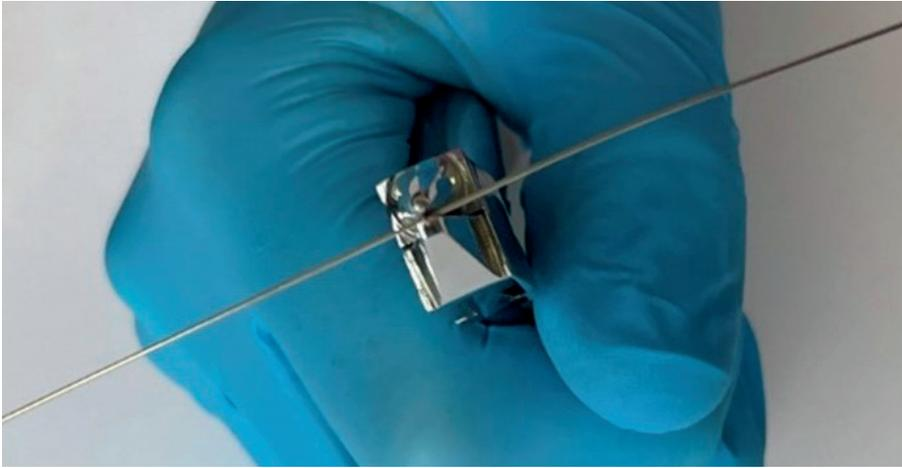

Figura 1.1.4.
- ~ Sujetar el alambre firmemente cerca de la punta del alicate de Angle con la mano derecha (si somos diestros, en caso contrario lo haremos con la mano izquierda). El alambre debe quedar perpendicular al eje del alicate (figura 1.1.4).